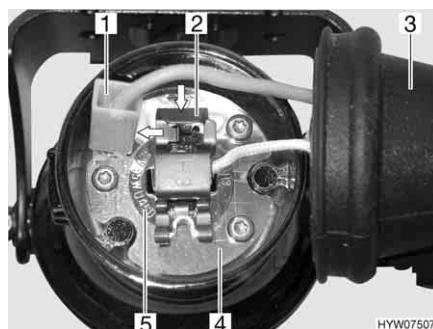

Fig. 119 Luce fendinebbia
- Afferrare dietro la luce fendinebbia e togliere il copripolvere di gomma (Fig. 119,3) dall'involucro (Fig. 119,4).
- Togliere il cavo negativo (Fig. 119,1) dall'involucro.
- Premere la graffa di supporto (Fig. 119,2) per sganciarla e spingerla di lato.
- Estrarre dall'involucro la lampada ad incandescenza (Fig. 119,5) con il cavo.